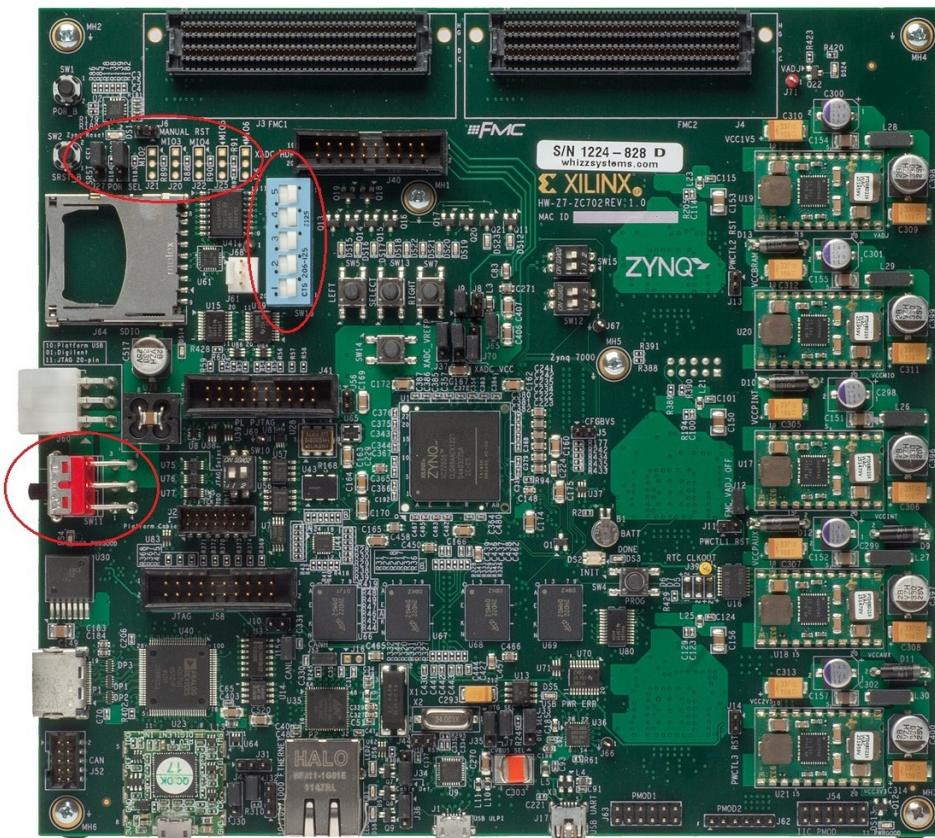

図 2-6: ZC702 ボードの電源スイッチ
5. 図 2-6 に示すスイッチを使用して ZC702 ボードに電源を投入します。
**重要:** ジャンパー J27 および J28 は SD カード スロットから離れた側につけ、SW16 スイッチを 図 2-6 に示すとおりに設定します。